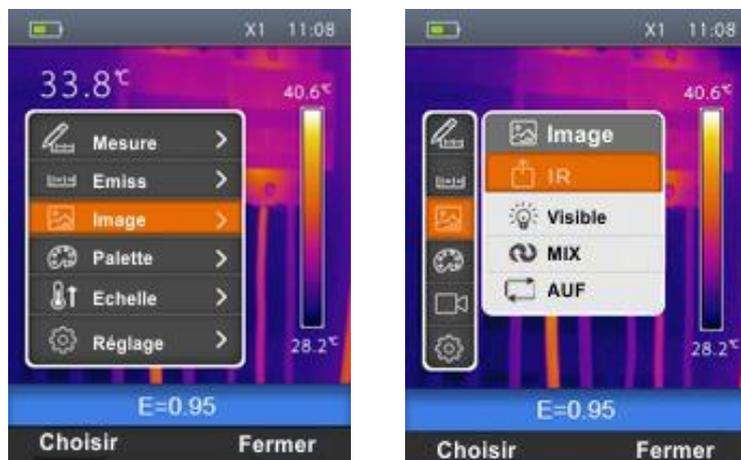

Fig. 22 : Sélection affichage de l'image
1. Sélectionner « Image » à l'aide des touches  $\oplus$  ou  $\ominus$  et appuyer sur la touche . La page-écran de Fig. 22 – Partie droite est affichée.